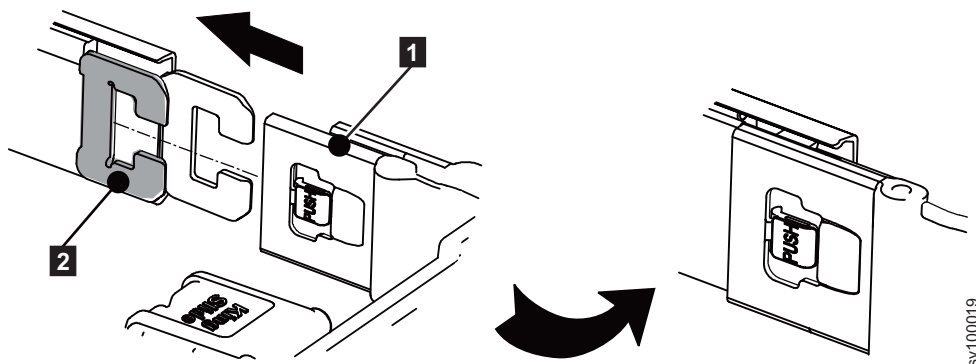

Figura 24. Instale o membro interno
2. Instale o conector interno do suporte para organização de cabos (1) na base do conector do suporte para organização de cabos no membro interno (2), conforme mostrado em Figura 24.